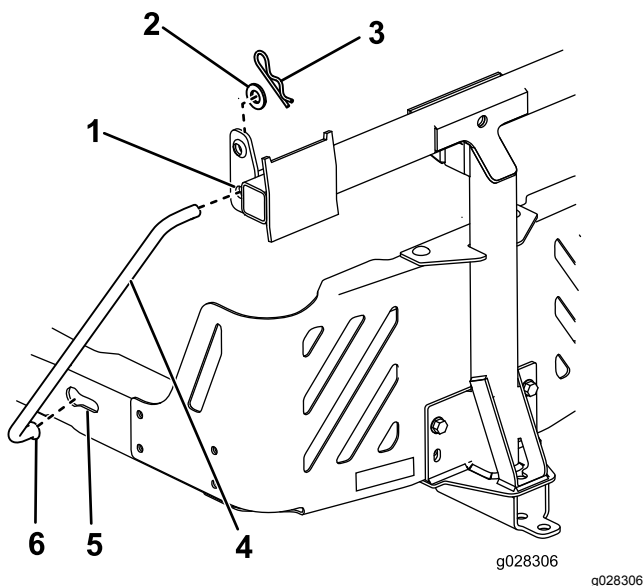

Bild 13
- Setzen Sie das gebogene, flache Ende einer Stange in den verkeilten Schlitz an der linken Seite des Maschinenrahmens ein und bewegen die Stange nach hinten, damit sie im Rahmen sitzt (Bild 13).
- Setzen Sie die gebogenen Enden der Stangen in die Anbaugerätbefestigung ein, wie in Bild 13 abgebildet, und befestigen Sie das Ende jeder Stange mit einer Scheibe und einem Splint.